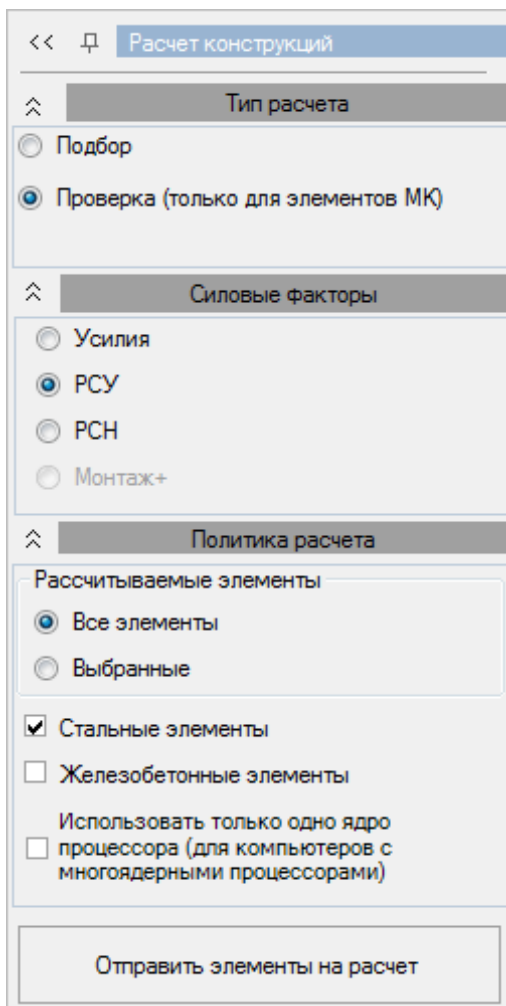

Рис. 171. Панель активного режима
- На панели активного режима **Расчет конструкций** (рис. 171): укажите **Тип расчета** — **Проверка** (только для элементов МК); силовые факторы — РСУ; политика расчета — Все элементы; снимите флажок с пункта **Железобетонные элементы**.